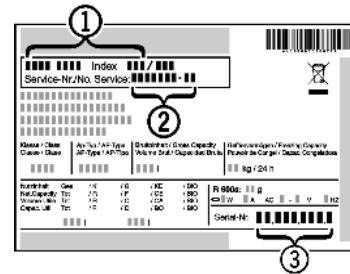

Fig. 16
- ▶ Обратитесь в сервисную службу и сообщите вид неисправности, наименование устройства *Fig. 16 (1)*, сервисный № *Fig. 16 (2)* и серийный № *Fig. 16 (3)*.